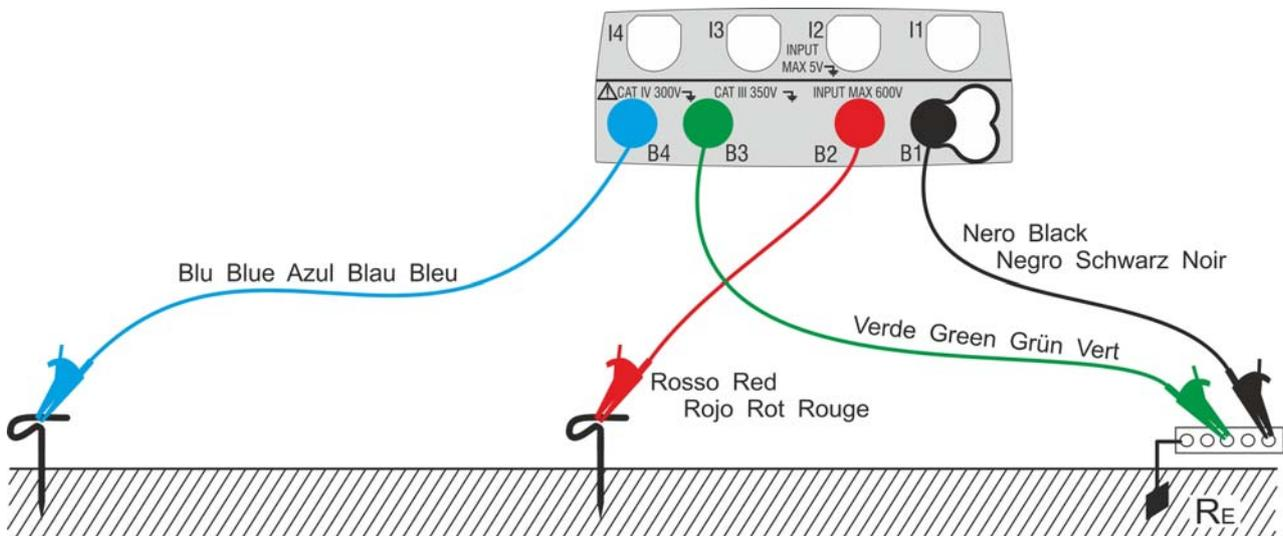
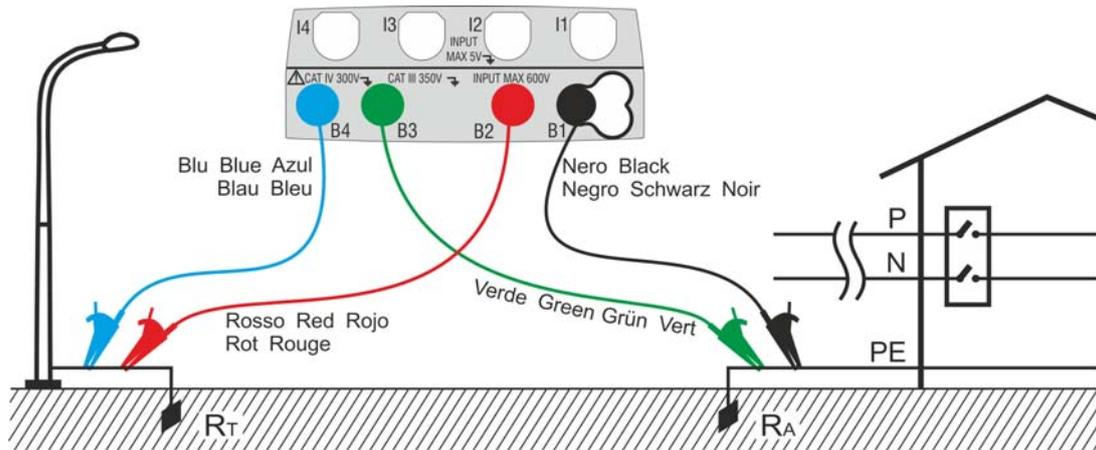
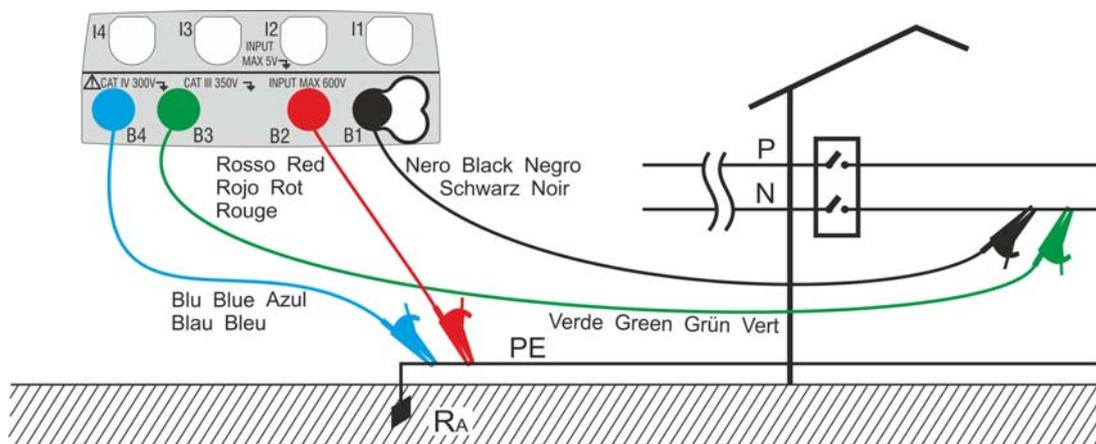

Fig. 27: Misura della resistenza di terra a 3 fili
Fig. 28: Misura della resistenza di terra a 2 fili con dispersore ausiliario
Fig. 29: Misura della resistenza di terra a 2 fili dal quadro di alimentazione
- 12 Collegare i coccodrilli ai dispersori ausiliari ed all'impianto in esame in accordo alla Fig. 27, Fig. 28, Fig. 29 o Fig. 30